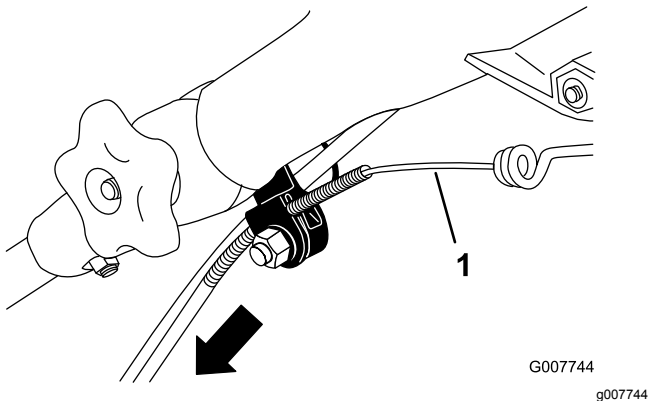

Figura 23
3. Tirate verso il basso la guaina del cavo fino ad eliminare l'imbandito del cavo esposto (Figura 23).